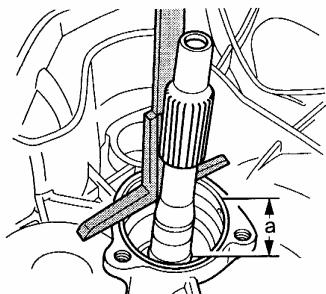

图 12-84 测量至主动轴下卡簧槽尺寸 a
- (2) 把距离尺 3167 放到第 3 挡齿轮上, 变速器壳体经主动轴置于距离尺上。
- (3) 把深度卡尺放于变速器壳体上, 并测量至主动轴下卡簧槽的尺寸 a, 如图 12-84 所示。